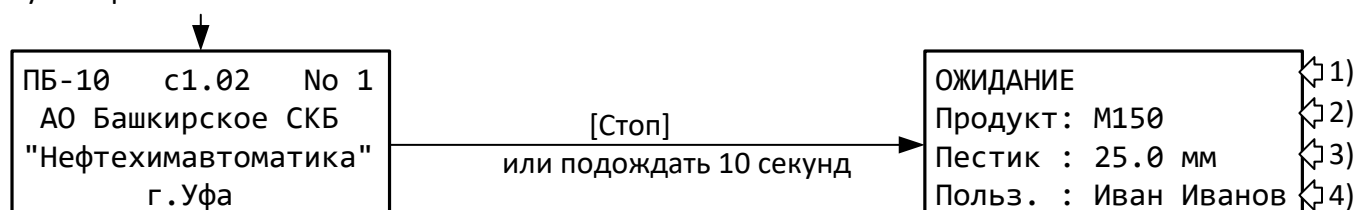

Рисунок 5 – Окно ожидания
4.4.1 Включить аппарат и перейти в окно ожидания (рисунок 5).